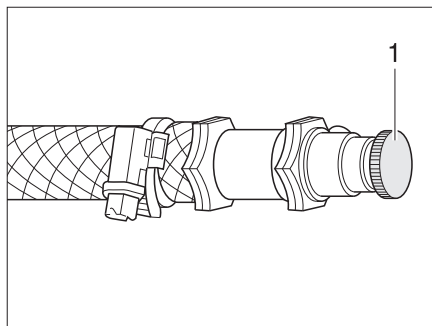

Fig. 173 Válvula de purga de la calefacción de agua caliente
- Abrir la válvula de purga (Fig. 173,1) y dejarla abierta hasta que deje de salir aire.